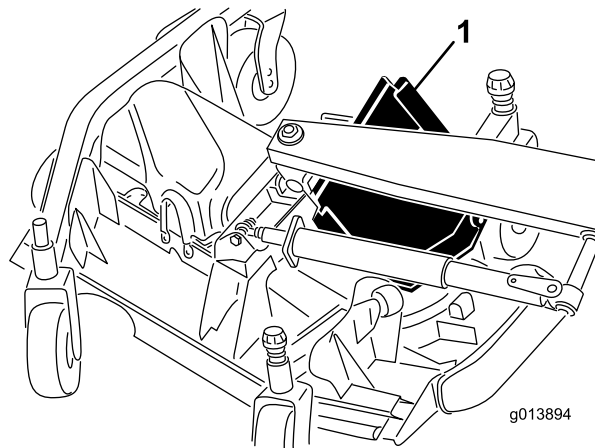

Figura 48
6. Levante el borde delantero y guíelo entre el brazo de elevación y el rodillo para retirarlo (Figura 48).